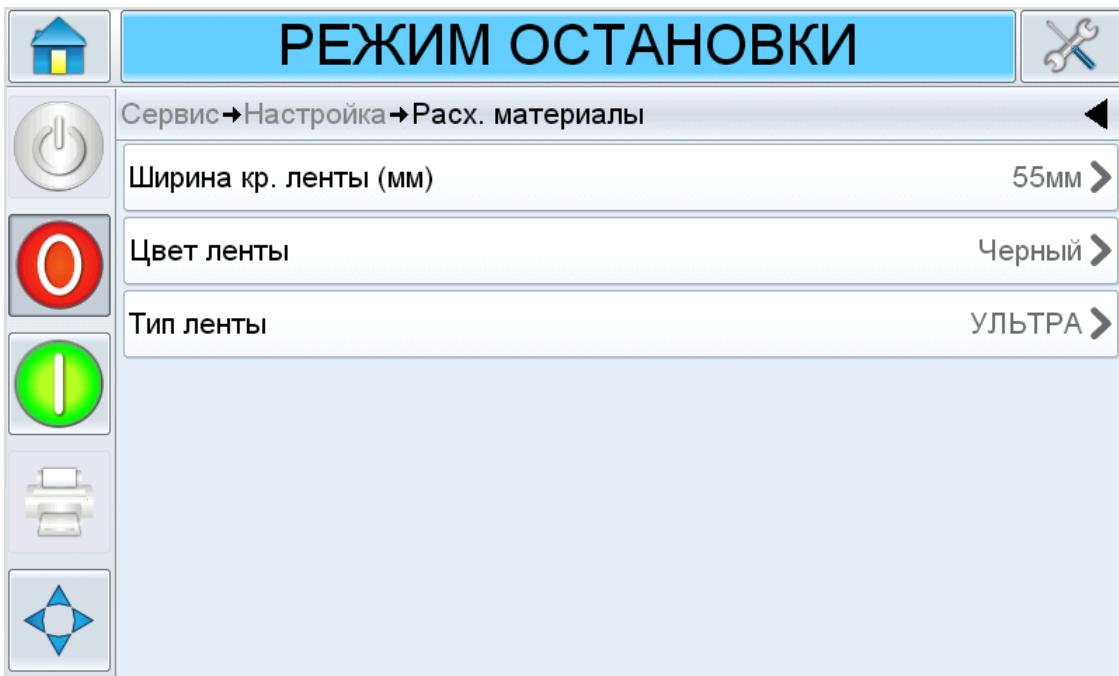

Рис. 4-16: Параметры ленты принтера
- Последовательно выберите пункты *Tools (Инструменты) > Setup (Настройка) > Consumables (Расходные материалы) > Ribbon Width (Ширина ленты)* (см. Рисунок 4-16).
1. Войдите в *Tools (Инструменты)* > *Setup (Настройка)* > *Consumables (Расходные материалы)* > *Ribbon Colour (Цвет ленты)*, как показано на Рисунок 4-16 на странице 4-13.